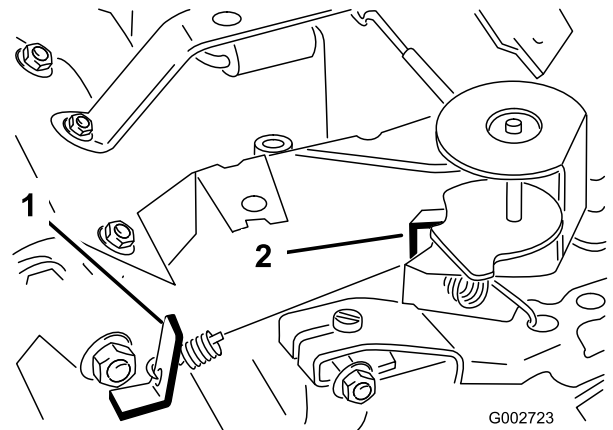

図 38
3. 長足アイドル・スプリング・アンカーの耳(図 38)を曲げて、エンジン速度を 1725±50 RPM に調整する。タコメータで速度を確認する。
5. スロットル・コントロールをFAST位置とする。高速アイドル・スプリング・アンカーの耳(図 38)を曲げて、エンジン速度を 3400±50 RPM に調整する。